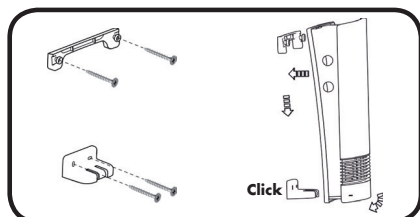

Fig. 4: Montarea suportului de perete
4. Fixați de perete suportul de perete superior și inferior (vezi fig. 4, nr. 5 + 7) cu șuruburile.
5. Agățați aparatul mai întâi de suportul de perete superior (vezi fig. 4, nr. 5) și apoi de suportul de perete inferior (vezi fig. 4, nr. 7). Aparatul este fixat în suportul de perete inferior (vezi fig. 4, nr. 7) atunci când se aude un „clic” (vezi fig. 4).
1. Asigurați-vă că setarea comutatorului de reglare treptată a încălzirii (vezi fig. 4, nr. 4) este în poziția „0”. Conectați aeroterma la o priză cu împământare asigurată cu comutator de protecție la curent rezidual.
2. Porniți acum aparatul, prin aducerea comutatorului de reglare treptată a încălzirii (vezi fig. 4, nr. ) în poziția dorită. În acest caz este valabil:
1. Porniți aparatul prin setarea puterii de încălzire dorite cu ajutorul comutatorului de reglare treptată a încălzirii (vezi fig. 4, nr. 4).
2. Rotiți regulatorul de temperatură (vezi fig. 4, nr. 3) în sensul acelor de ceasornic până la limită.
2. Setati comutatorul de reglare treptată a încălzirii (vezi fig. 4, nr. 4) în poziția „0”.